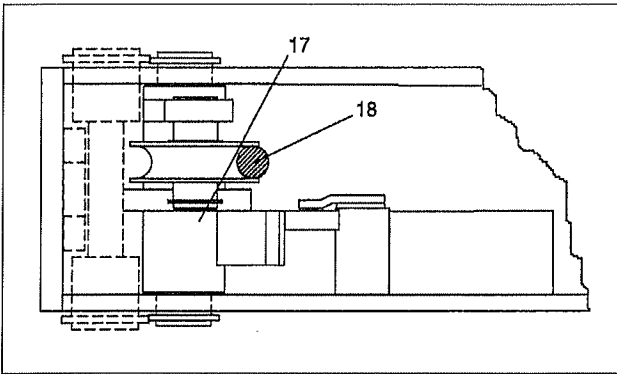

Рис. 45. Установка датчиков на подъемных тросах
Закройте панель управления, установите выключатель (IG) в положение «1», и выполните подъем до выхода клиньев безопасности (А-В-С-Д); затем переведите выключатель в положение «0» и закройте их снова. Установите главный переключатель («IG» на Рис. 49) в положение «1», нажмите кнопку режима опускания (P2) и проверьте работу подъемника. Если подъемник не опускается, проверьте правильность установки четырех датчиков тросов (поз. 17, Рис. 45) и, если необходимо, отрегулируйте их вращением винта на рукоятке микровыключателя (поз. 36, Рис. 50).